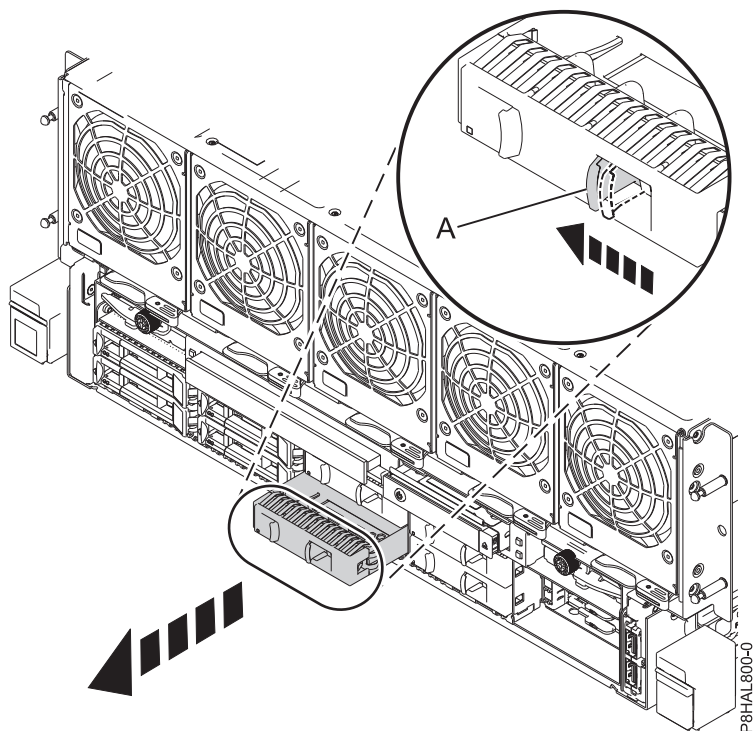

Figura 7. Extracció d'un panell de reblliment d'una unitat de disc d'un sistema 8408-44E o 8408-E8E
- a. Empenyeu la peça de bloqueig (A) de la nansa del panell de reblliment en la direcció que es mostra a la Figura 7 a la pàgina 15.